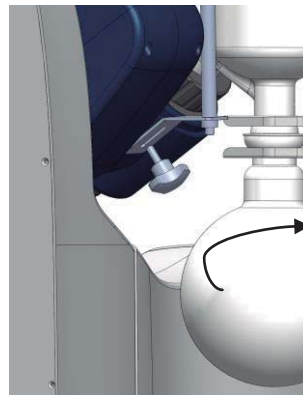

Figura 14
- Instale el dispositivo de bloqueo del condensador de vidrio vertical (Figura 14).